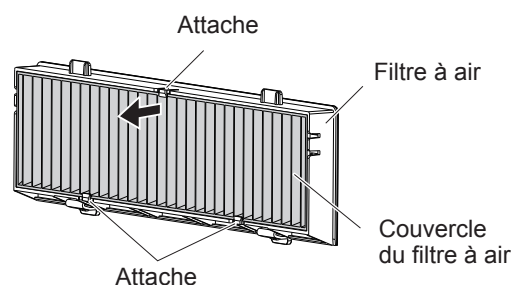

Fig.2
- Le filtre à air est maintenu par les 3 attaches. Tenez par une attache la fibre du filtre à air près du côté du couvercle puis sortez le filtre à air de son couvercle dans la direction de la flèche représentée. (Fig. 2)